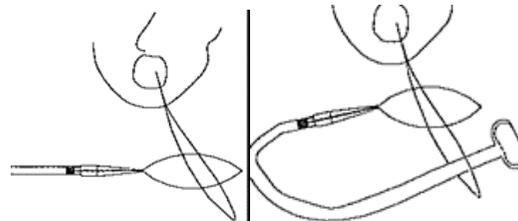

Figura 2
15. Desmonte o fio em loop da alça e conecte-o ao cateter PEG. Passe o fio em loop através do loop do dilatador do cateter e em seguida, puxe a ponta cônica do cateter para dentro do fio em loop e retire todo o cateter PEG (Figura 2).